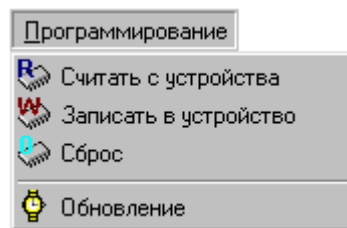

Рис. 3.3. Подпункты меню «Программирование»
**2. Пункт меню «Программирование»** включает в себя подпункты (Рис.3.3):